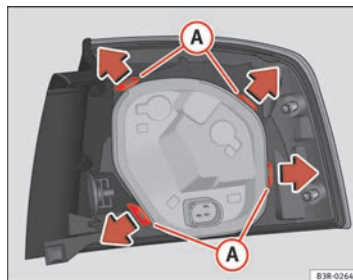

Fig. 226 Lengüetas de fijación en la parte posterior de la unidad de luz trasera
- Desbloquee las lengüetas de fijación A ⇒ fig. 226.